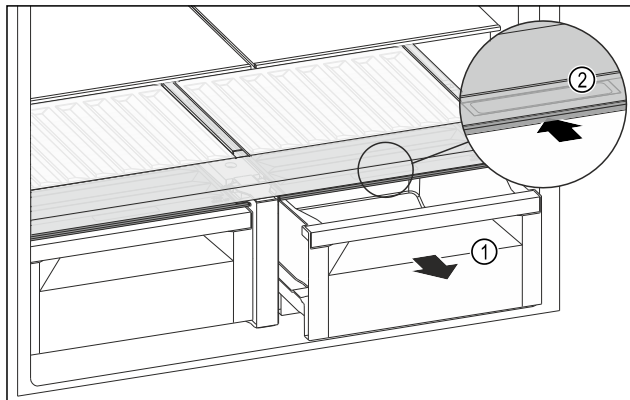

Fig. 123
- ▶ Húzza ki a fiókot Fig. 123 (1).
- ▶ Fogja meg a süllyesztett fogantyút Fig. 123 (2) a rekeszfedélen, és ezzel egy időben tolja hátra a rekeszfedelet.